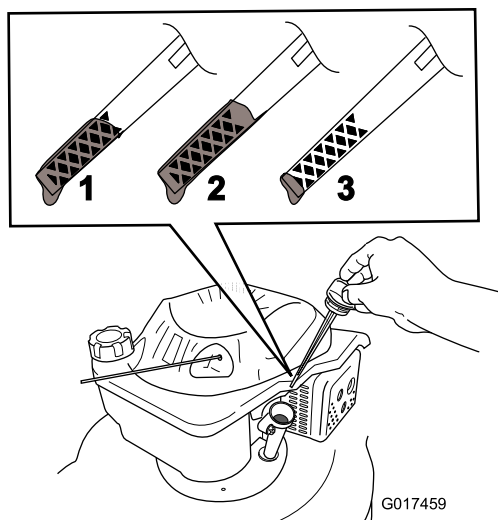

Figure 27
**Remarque:** Versez de l'huile dans le carter moteur jusqu'à ce que la jauge indique le niveau correct, comme illustré à la (Figure 27). Si vous remplissez